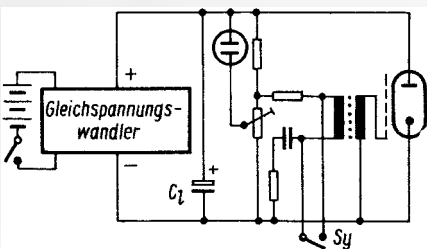

Bild 5. Grundschialtung eines Elektronenblitzgerätes. Praktisch alle Amateurgeräte sind Modifikationen dieses Prinzips
b) Die Strahlstrombegrenzung wird netzspannungsabhängig ausgelegt, so daß sie bei Netzunterspannung auf 1,2 mA, bei Nennspannung auf 1,35 mA und bei Überspannung auf 1,5 mA begrenzt. In Bild 5 ist dargestellt, daß man mit einer derartigen Begrenzerschaltung einen höheren Strahlstrom erreichen kann, ohne die Anodenverlustleistung der Zeilen-Endröhre gegenüber Bild 3 zu erhöhen.
Links: Bild 5. Anodenrestspannungsverlauf der Röhre PL 509 bei netzspannungsabhängiger Strahlstrombegrenzung
Die Grundschialtung eines gebräuchlichen Elektronen-Blitzgerätes ist Bild 5 zu entnehmen. Ein Gleichspannungswandler lädt den Elektrolytkondensator  $C_1$  in bekannter Weise auf den Zündspannungswert der Blitzröhre auf. Damit die Blitzbereitschaft auch für den Benutzer des Gerätes erkennbar wird, liegt parallel zum Ladekondensator ein hochohmiger Spannungsteiler, von dem eine Spannung für eine Glühlampe abgegriffen wird. Sie soll nach DIN 19 011 frühestens dann aufleuchten, wenn im Speichercondensator 70 % der Nennenergie vorhanden sind.